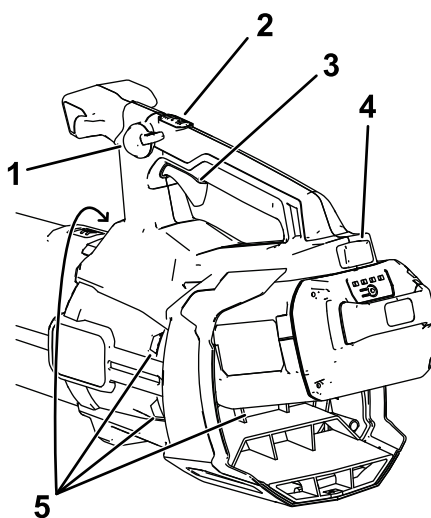

Figura 9
2. Alinee el hueco de la batería con la lengüeta del alojamiento de la empuñadura (Figura 9).
4. Para arrancar el soplador, apriete el gatillo de velocidad variable (Figura 9).
Nota: Active el bloqueo de velocidad para mantener la máquina encendida sin tener que apretar el gatillo de velocidad variable (Figura 9).
Para ajustar la velocidad del aire mientras sopla, utilice el gatillo de velocidad variable (Figura 9).
Para mantener la velocidad actual del aire, active el bloqueo de velocidad (Figura 9).
Para obtener el máximo rendimiento, presione el gatillo de velocidad variable, luego pulse el botón de potencia turbo para activar el turbo (Figura 9).
Para apagar el soplador, desactive el bloqueo de velocidad (si lo está usando) y suelte el gatillo de velocidad variable (Figura 9).